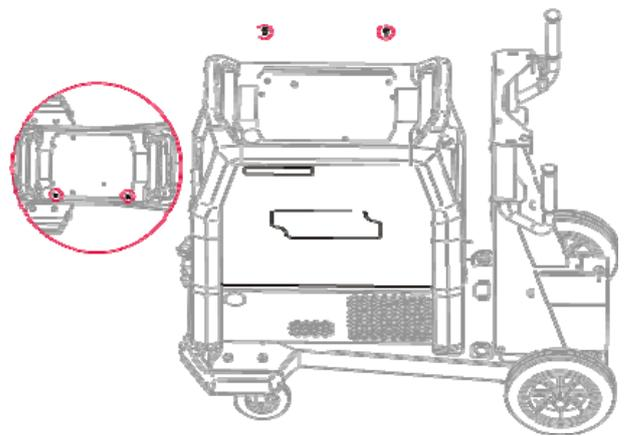

Figure 5
- Placer le panneau latéral (Figure 5).
- Monter la vis du panneau latéral et les deux vis M5x20 (Figure 5).